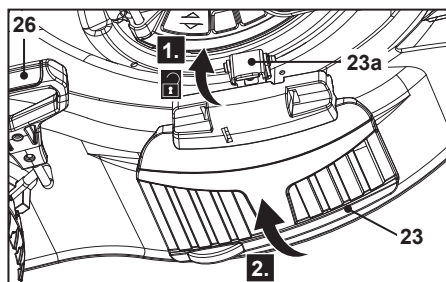

Fig. 21
1. Placer le levier de réglage de la hauteur de coupe (26) au-dessus de la deuxième position la plus basse.
2. Tourner la boucle de verrouillage (23a) vers le moteur et la maintenir pour la désengager (Fig. 21, étape 1).
3. Ouvrir le déflecteur latéral (23) et le maintenir ouvert (Fig. 21, étape 2).